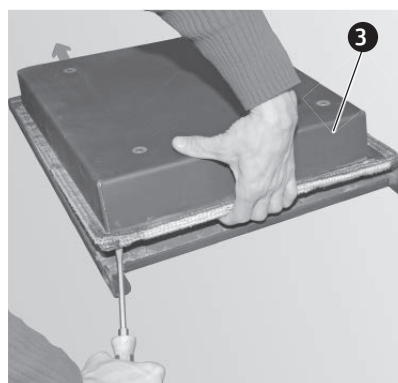

Fig. 15 Togliere l'intero pannello e riavvitarlo ruotato di 180°
- ▶ Nello sportello di riempimento allentare le quattro viti del pannello e togliere l'intero pannello (Fig. 15), ruotarlo di 180° e riavvitarlo con le viti di fissaggio.